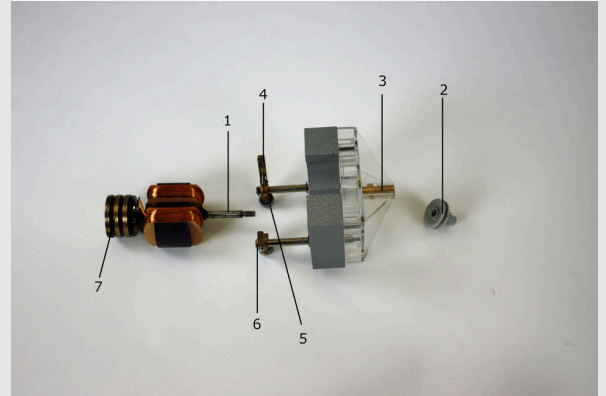
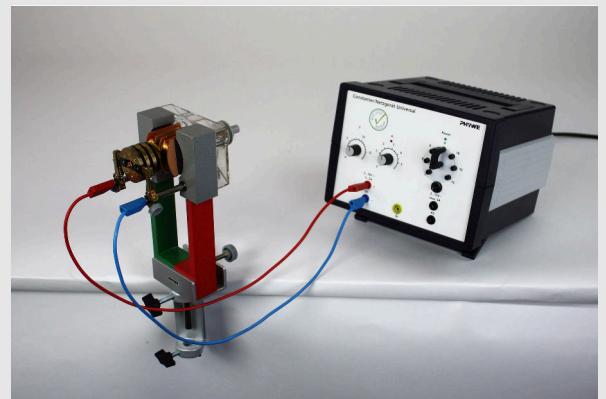

Fig. 1
Fig. 2
- Assembler la fixation du moteur conformément aux Fig. 1 et Fig. 2.
- Fixer l'aimant en forme de U sur la table à l'aide de la pince de table (Fig.2).
- Connectez le moteur électrique à l'alimentation électrique comme indiqué à la figure 2.